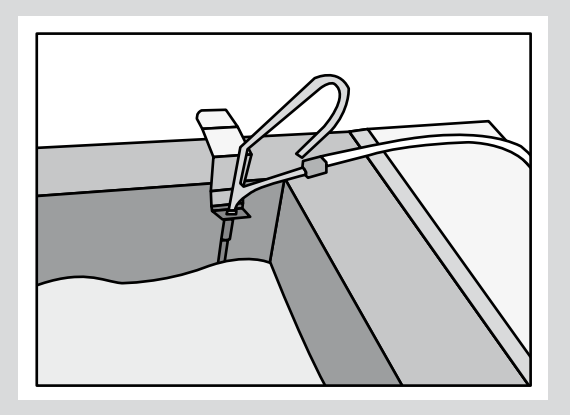

Figura 2 COLOCACIÓN DE LA PISTOLA DEL FREIDOR.
- 4. Colocar el accesorio porta manguera en el costado del freidor utilizado, situar la manguera de reciclado en el accesorio de tal manera que quede fija (Figura 2).